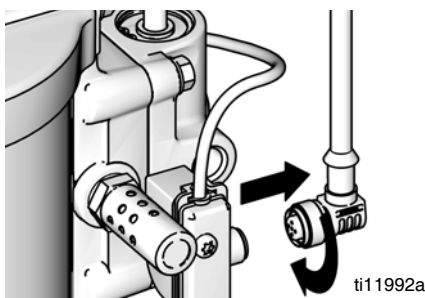

FIG. 10. Koppla bort DataTrak
1. Skruva loss kabeln från baksidan av tungströmställarmonteringen. Se FIG. 10.